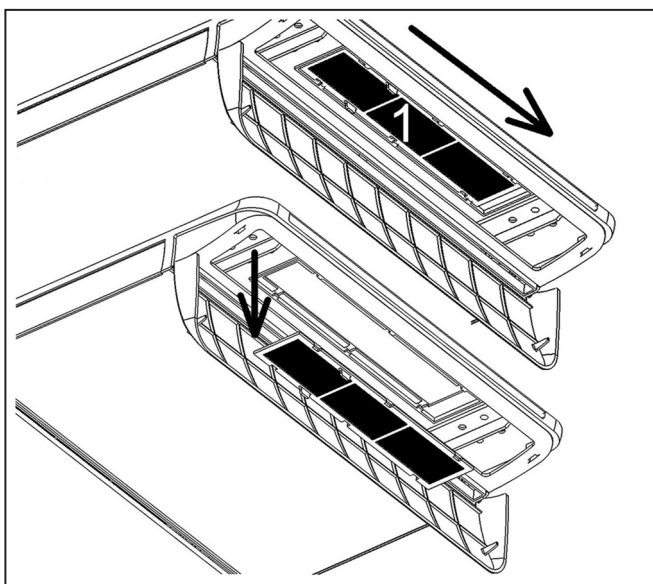

Fig. 17
Om de filters ("Fig. 17" ref.1) eruit te halen, moet u elk klepje van de luchtverspreider open maken en ze vervolgens in de door de pijlen aangegeven richting schuiven totdat ze loskomen. Na het onderhoud, moet u de filters weer terugplaatsen en vastzetten door ze in de tegenovergestelde richting te schuiven.